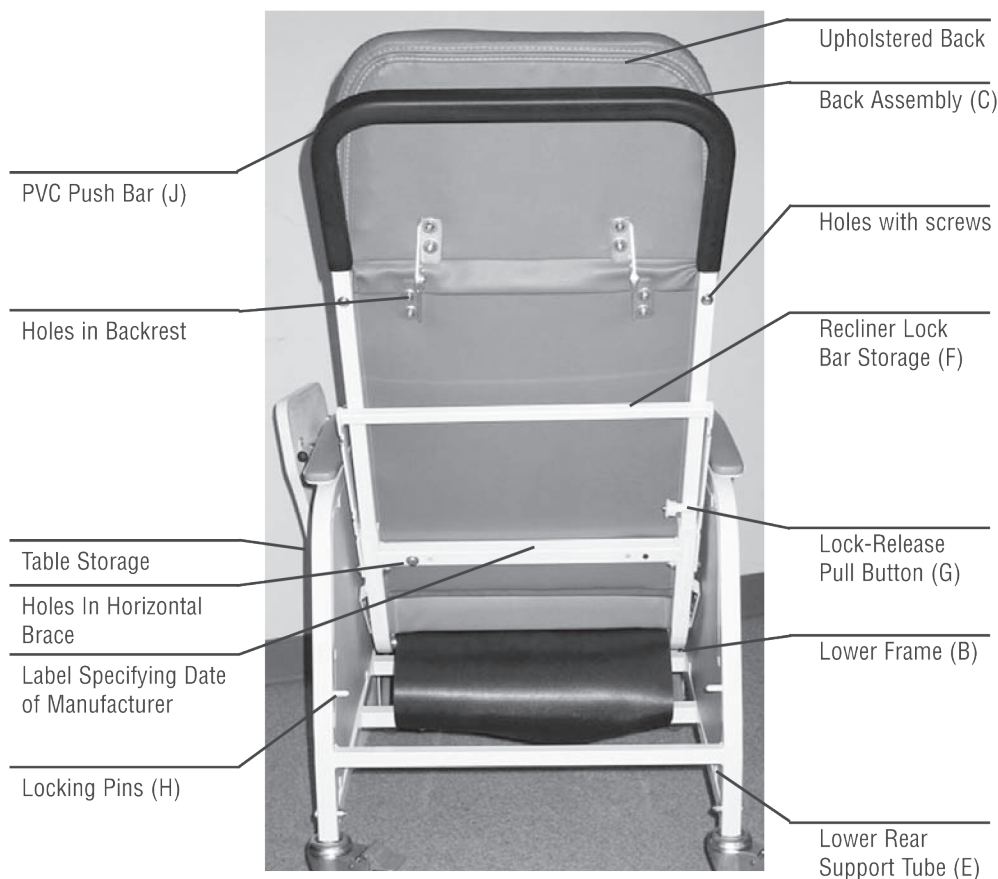

Figure 1
1. Asegúrese de que la barra de bloqueo del sillón reclinable está en la posición de almacenado. Ver fig. 1 (I).
3. Sujete el descansabrazos con una mano y la barra de PVC (J) con la otra.
6. Coloque la barra de bloqueo del sillón reclinable (F).
1. Ensure that recliner lock bar is in stored position. See fig. 1 (I).
3. Grasp armrest with one hand, and PVC push bar (J).
6. Set recliner Lock Bar (F).